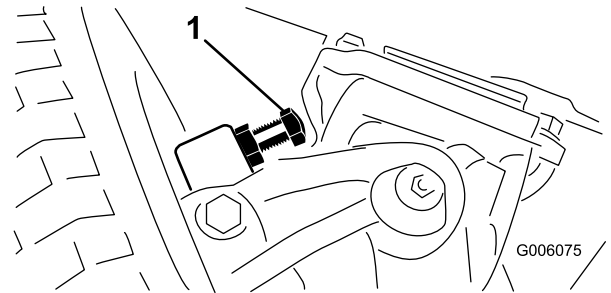

Bild 60
1. Drehen Sie die Bolzen ein oder heraus, bis der Abstand 2,286 mm beträgt (Bild 60).